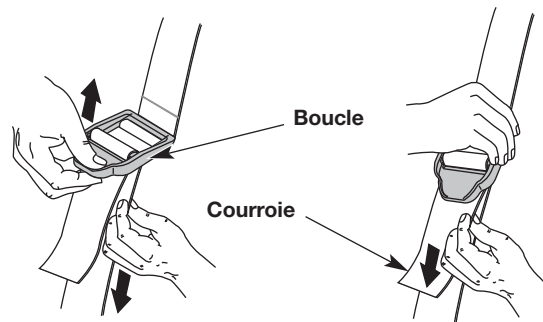

Fig. 6
5. Ajustez la bandoulière en fonction de l'opérateur (Fig. 6). Tirez la boucle vers le haut pour desserrer la bandoulière. Tirez la bandoulière vers le bas pour serrer la bandoulière.